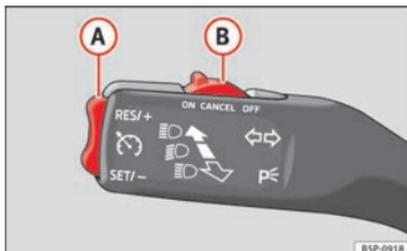

Fig. 135 Leva degli indicatori di direzione e degli abbaglianti: interruttore e tasto doppio del regolatore di velocità.
- Spostare verso sinistra l'interruttore » **fig. 135** **(B)**, posizionandolo su **ON**.